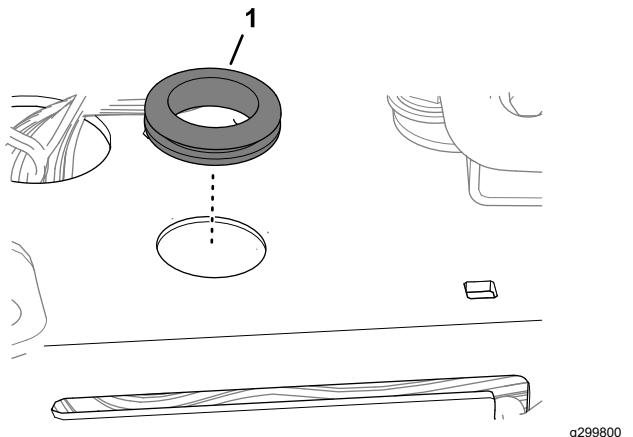

Bild 84
8. Setzen Sie die Tülle in das Loch ein (Bild 84).